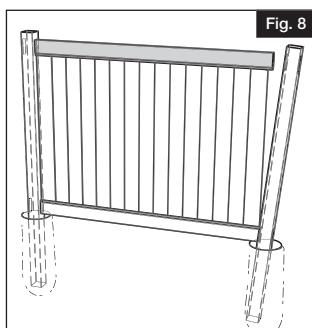

Fig. 8
- Insérer la main courante dans le trou percé dans le haut du premier poteau, puis placer la main courante sur le dessus des planches (Fig. 8).